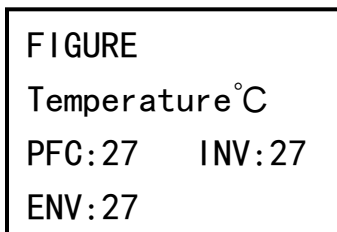

Рисунок 15
- температуру силовых узлов (см. рисунок 15).